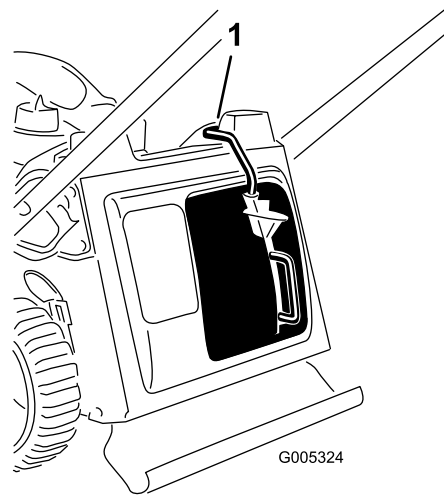

Figure 23
**Important:** La machine est équipée d'un contacteur de sécurité qui l'empêche de démarrer si l'obturateur de mulching n'est pas monté correctement (Figure 23).
Montez l'obturateur de mulching comme indiqué à la Figure 23.